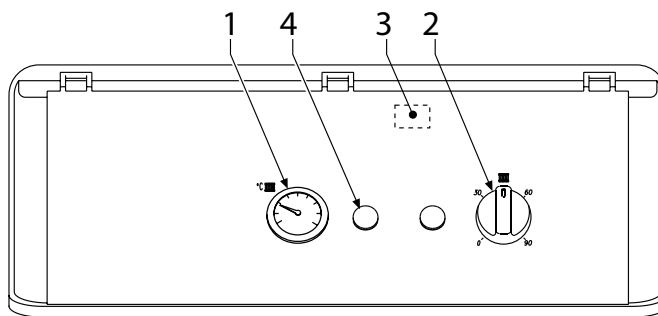

рис. 1.
- Установите термостат котла (позиция 2, рис. 1.) в положение «0» ;
- Задайте температуру ОВ, вращая ручку термостата по часовой стрелке (позиция 2, рис. 1.)
Давление воды в системе отопления должно составлять 1 бар (давление показывает манометр котла, позиция 1, *рис. 1*). Если давление в системе отопления ниже номинального повысьте давление ОВ используя кран подпитки. По завершении процедуры закройте подпиточный кран.
При подключении комнатного термостата сигнал на включение котла поступает от пульта дистанционного управления. Задайте необходимую температуру на выносном пульте управления. Котел запускается и подаёт в систему отопления воду, температура которой задана при помощи регулируемого термостата котла (позиция 2, *рис. 1*). По достижении в помещении желаемой температуры котел выключается.
2. Термостат температуры дымовых газов. При срабатывании датчика на 2 минуты блокируется подача газа в котел. Для перевода котла в рабочее состояние нажмите кнопку 4 (*рис. 1.*).